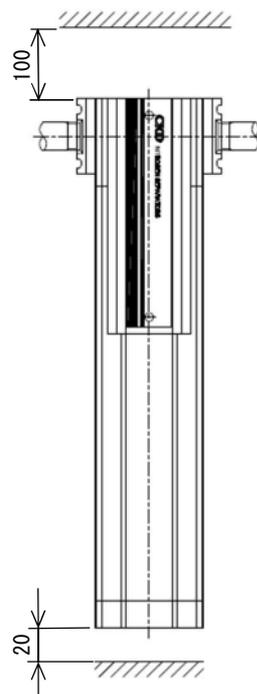

图 3
- 3) 为了便于清扫时拆卸零部件，请在安装时上方留有  $100\text{mm}$  以上，下方留有  $20\text{mm}$  以上的空间。（如图 3 所示）